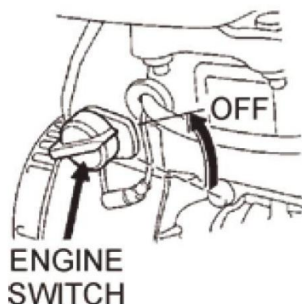

FIG.12
10.2 Une fois le moteur refroidi, tournez l'interrupteur de démarrage/arrêt du moteur sur la position « OFF » (FIG. 12).